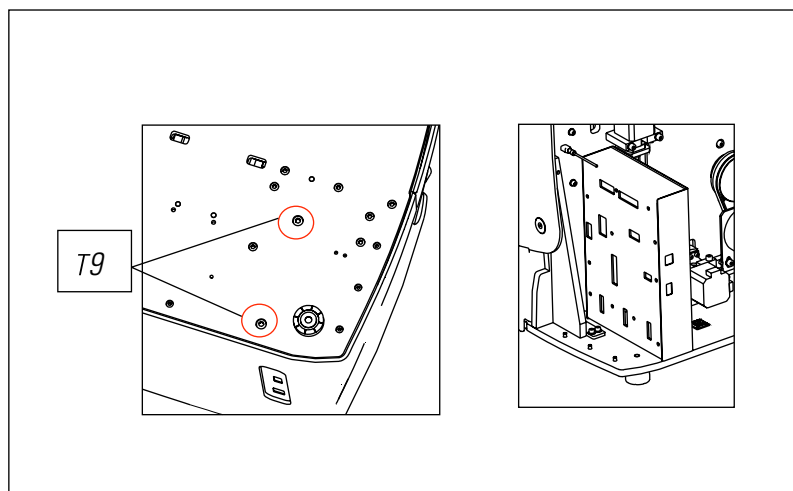

FIG. 22
- 3) Soltar los dos tornillos (T9) con una llave allen de 5. (Fig.22)